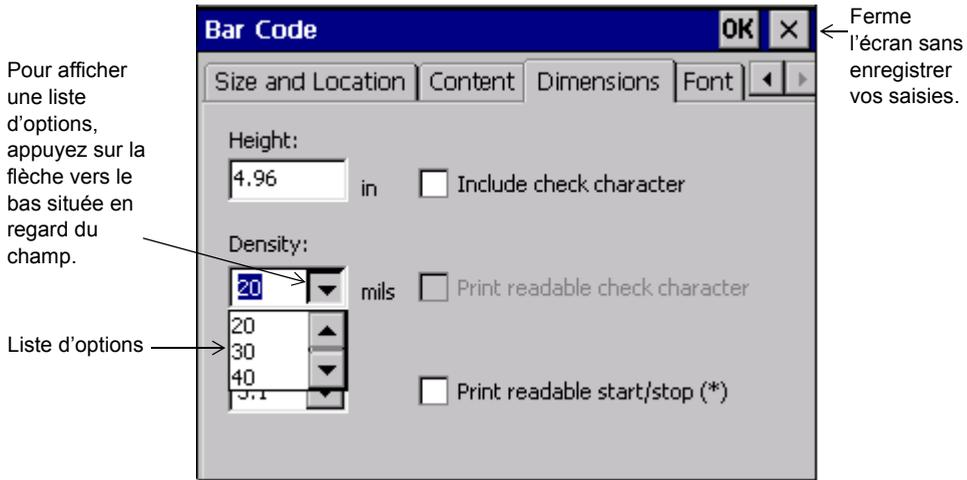

Figure 4-8. Onglet **Dimensions** de l'écran **Code à barres**
- Le bouton **OK** peut être situé dans le coin supérieur droit de l'écran de saisie, comme illustré à la Figure 4-8 ou être représenté, sous la forme d'un bouton de taille réelle, au bas de l'écran, comme illustré à la Figure 4-7.
- Sélectionnez ou appuyez sur le bouton **X**, comme illustré à la Figure 4-8.